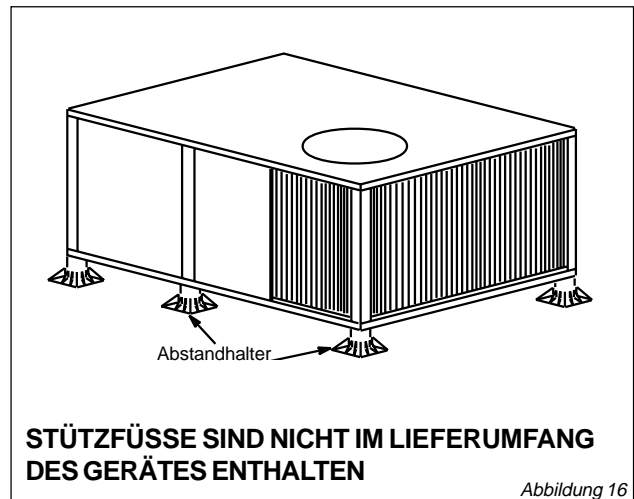

Abbildung 16
Abhängig von der vorhandenen Dachstruktur können unterschiedliche Arten von Dachrahmen oder Dachstützen für die Installation der Gerätes verwendet werden. Abbildung 16 zeigt einen typischen bauseitigen Montagerahmen. Beim Bau von Rahmen oder Stützen beachten Sie bitte folgende Hinweise:
3. Die Längsseiten des Gerätes müssen gestützt werden. Ein Set mit sechs Abstandshaltern aus Kunststoff, 152 mm hoch, ist erhältlich (siehe Abbildung 16).